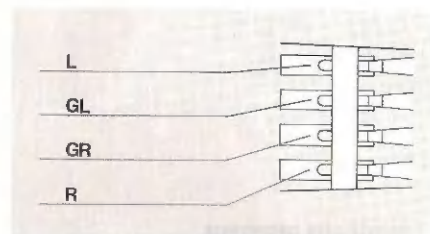

Fig. 18
3. Die Anschlüsse am Systemträger und Tonabnehmersystem sind gekennzeichnet (Fig. 18). Verbinden Sie die Anschlußlitzen des Systemträgers mit den entsprechenden und gleich gekennzeichneten Anschlußstiften des Tonabnehmersystems.
3. Les connexions sur le porte-cellule et la cellule sont repérées. Reliez les cordons du porte-cellule aux broches de la cellule portant le même repère (Fig. 18).
3. The connection inputs on the cartridge holder and on the cartridge are color coded. Connect the leads on the cartridge holder to the correspondingly coded connection pins of the cartridge (Fig. 18).